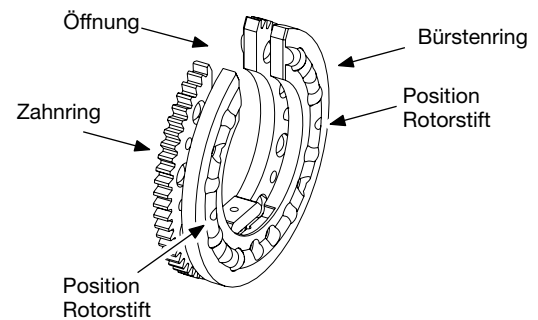

Abbildung 39 Platzieren des Rotors auf die Werkstückoberfläche
2. Den Rotor auf eine saubere, trockene Oberfläche legen, so dass die Rotoröffnung nach oben zeigt. Den Zahnring genug vom Bürstenring trennen, so dass sich die zwei Rotorstifte reinigen lassen. Siehe Abbildung 39.